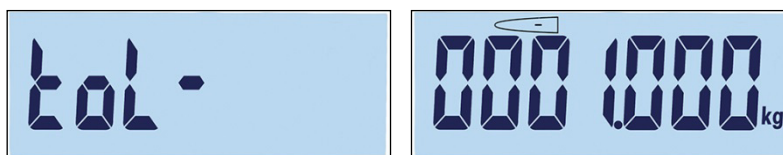

Figura 3-48: Schermate etichetta della tolleranza negativa e impostazione
4. Successivamente, verrà visualizzata la schermata della tolleranza negativa (Tol -), seguita dalla schermata di modifica della tolleranza negativa (Figura 3-48)